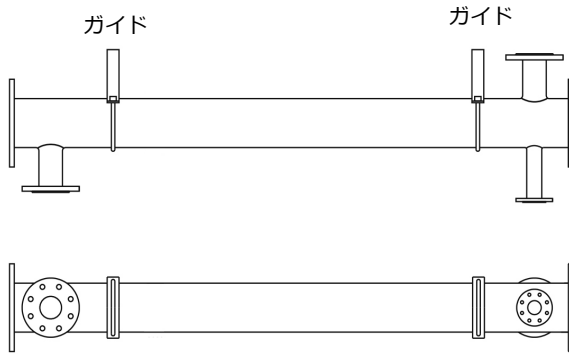

図5
**警告:** ベントコンデンサーの一端のみを固定してください。もう一方の端は、動作温度によって異なりますが、チューブの通常膨張によってシステムが軸方向に長くなるため、特別に構成されたスライドガイド (図5) で軸方向に移動できるようにする必要があります。